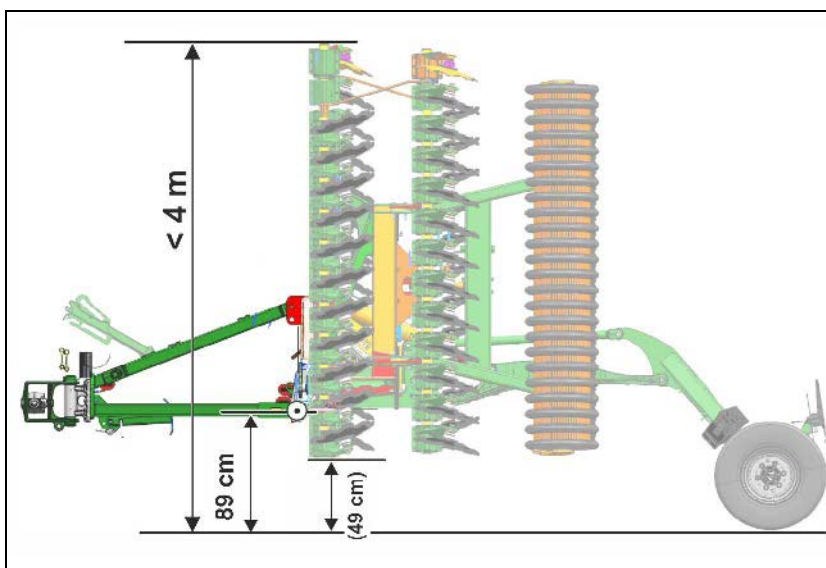

Рис. 53
- **Рис. 53:** Обрезная кромка 2-го ряда дисков не видна и идет за 1-м рядом дисков: сдвиньте 1-й ряд дисков влево.